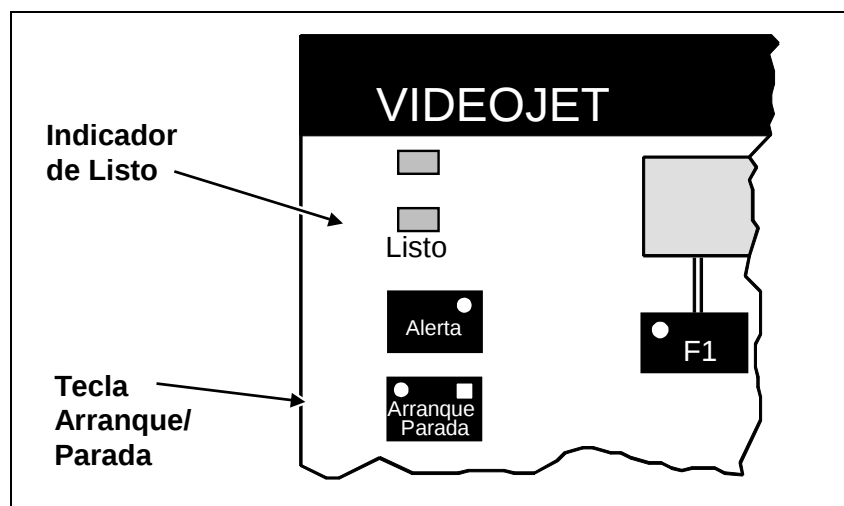

Figura 6-18. Indicador de Listo y Tecla de Arranque/Parada
- Si NO, pulse la tecla **Arranque/Parada** (consulte la Figura 6-18). Deje que la impresora complete la secuencia de activación del cabezal; esto tardará unos 45 segundos. Una vez completada la secuencia de activación del cabezal, se encenderá el indicador **Listo**.